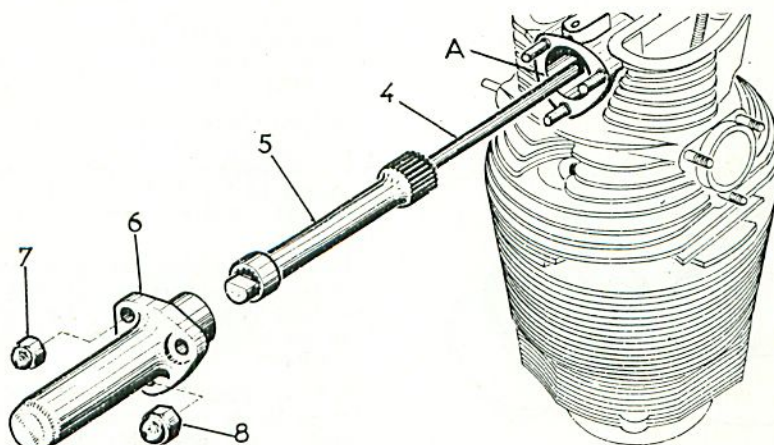
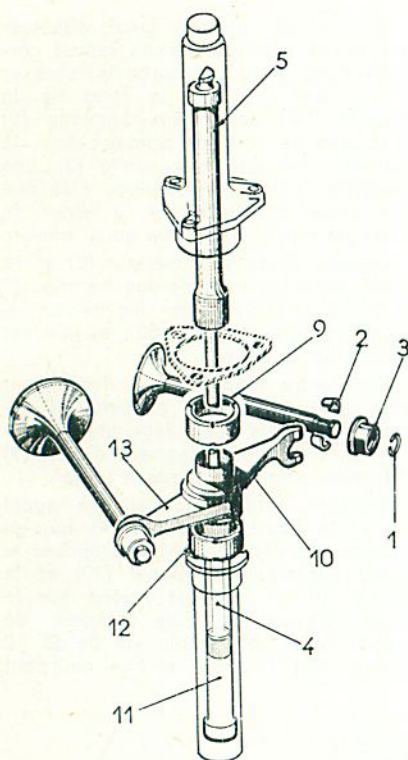

Figure 61.
Figure 62.
Déposer le palier supérieur (6) après avoir retiré les trois écrous borgnes (7 et 8, fig. 61). Récupérer les cales, dégager la bague (9, fig. 62), si elle est restée sur le palier.
Graisser légèrement la bague (12), la poser sur le levier de rappel inférieur, présenter le levier et sa bague dans l'embrèvement du cylindre, le positionner. Engager le tube inférieur de rappel (cannelures extérieures en haut). Graisser et monter l'autre bague (9) sur le levier supérieur (10), le mettre en place contre le levier inférieur. Engager la barre de rappel (4), (côté portant les deux rangées de cannelures en haut), et la pousser à fond de cannelures dans le tube inférieur, positionner le tube supérieur sur la barre et le levier supérieur. Poser le palier supérieur (6) et ses cales primitivement montées, sans Collex. Poser les écrous (7 et 8), bloquer. Manœuvrer les deux leviers et vérifier le jeu latéral. Procéder au réglage du jeu latéral : il faut retirer ou ajouter des cales jusqu'à ce que les deux leviers pivotent gras, puis ajouter une cale de 0,10 entre le cylindre et le palier supérieure en A (fig. 61). Le jeu latéral terminé, dégager le palier et les cales de réglage. Poser les soupapes dans les guides, après s'être assuré qu'elles n'ont pas besoin d'un rodage.